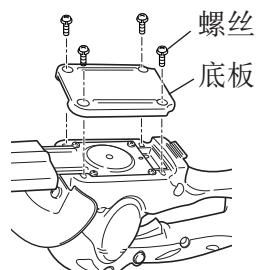

图 18
(3) 将工具翻过来，确保刀片没有下垂，然后安装底板并用 4 颗螺丝将其固定。(图 18)